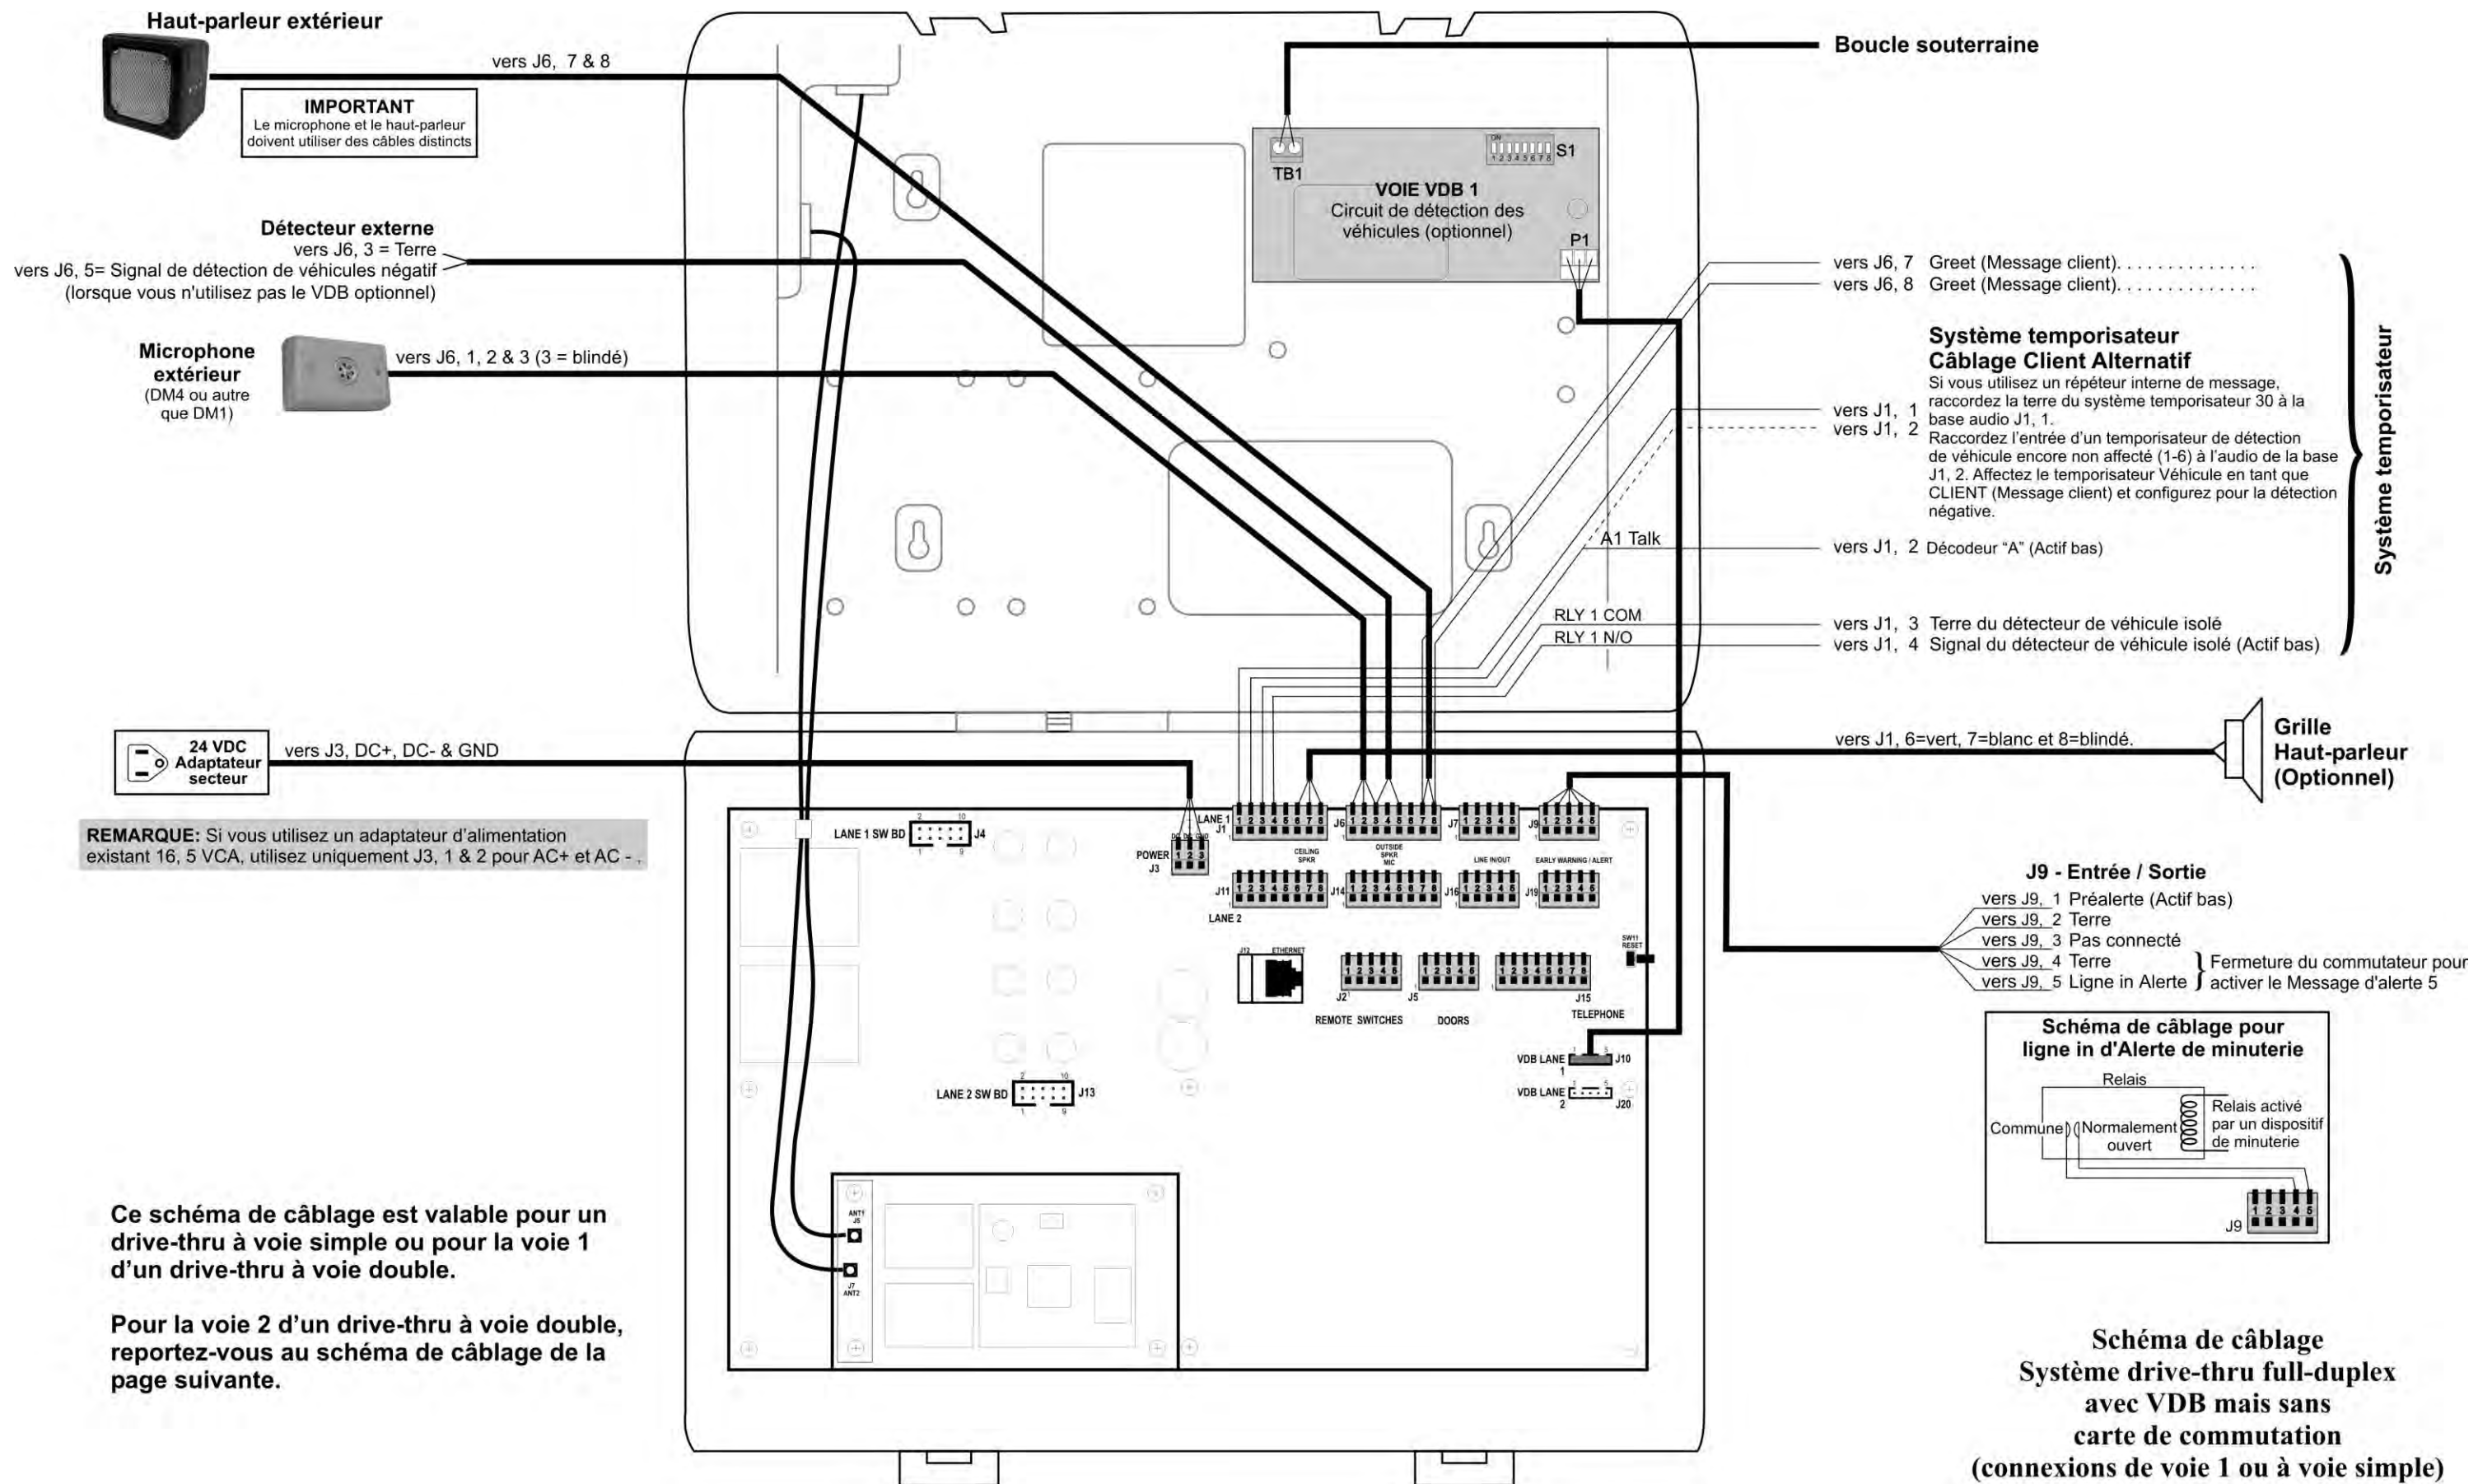

Figure 28.
- Page 86, Figure 28 — (Connexions pour Voie 1 ou système à une voie)